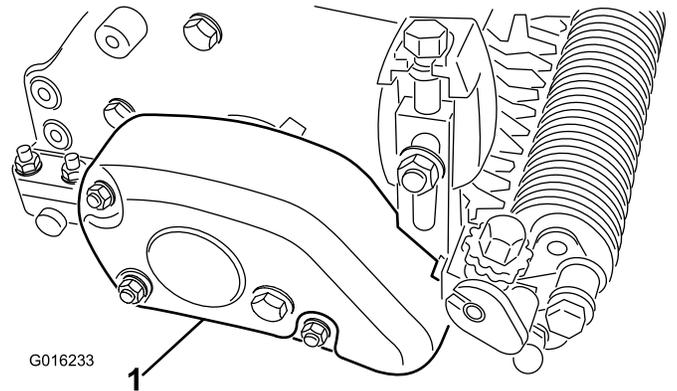

Figura 29
1. Retire la cubierta de la correa de la carcasa del groomer (Figura 29).